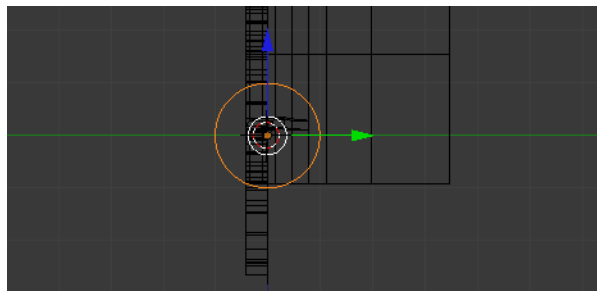

Figura 5.91
**19.** Insira um objecto do tipo **Bezier Circle**, [Shift]+[A] > **Curve > Circle**, rode-a de 90° sobre yy e de 180° sobre zz, figura 5.91.